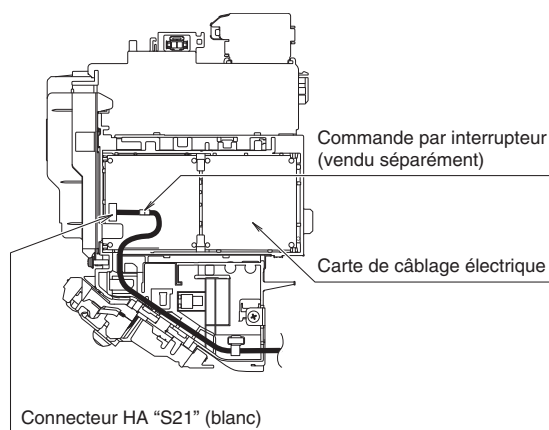

Fig.7
- Câblez le code de connexion HA comme indiqué sur la figure. (Voir la Fig. 7)